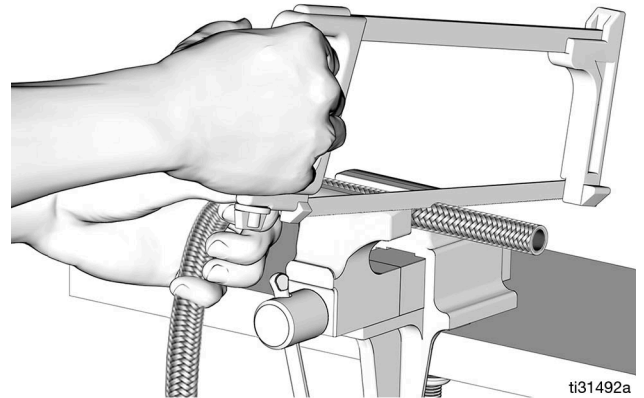

FIG. 64
2. Corte el extremo de la manguera con una sierra de dientes finos o un disco de corte (FIG. 64).